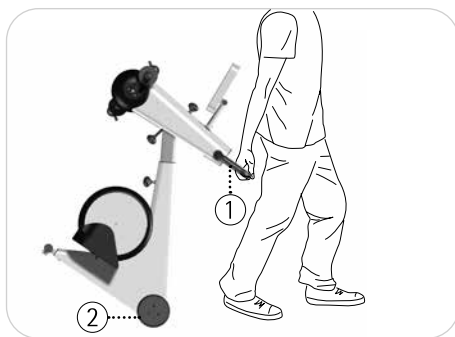

Fig. 4.9
Voir Fig. 4.9 Si vous franchissez un seuil avec le MOTOMed, faites attention à ce que les deux roues ② passent parallèlement le seuil.